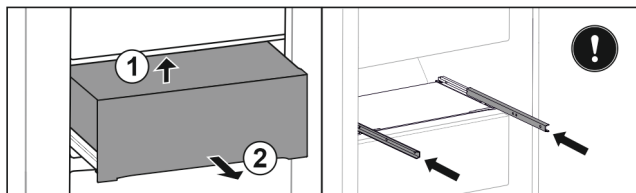

Fig. 44
- ▶ Predal dvignite od spodaj proti zadnji strani. Fig. 44 (1)
- ▶ Predal vzemite ven v smeri naprej. Fig. 44 (2)